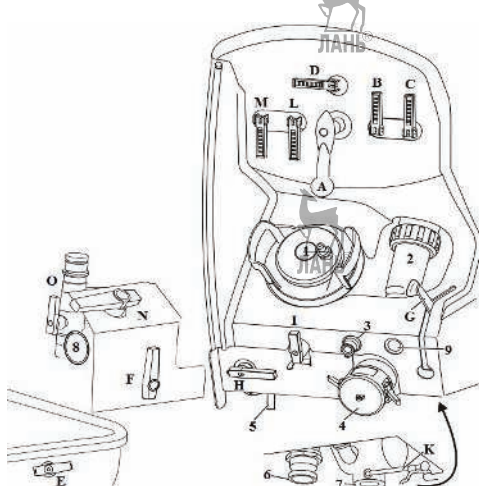

Рисунок 6.7 – Панель управления:
**Панель управления.** Установка соответствующих рабочих режимов осуществляется централизованно с помощью различных элементов управления, расположенных на панели управления (рисунок 6.7–6.9).